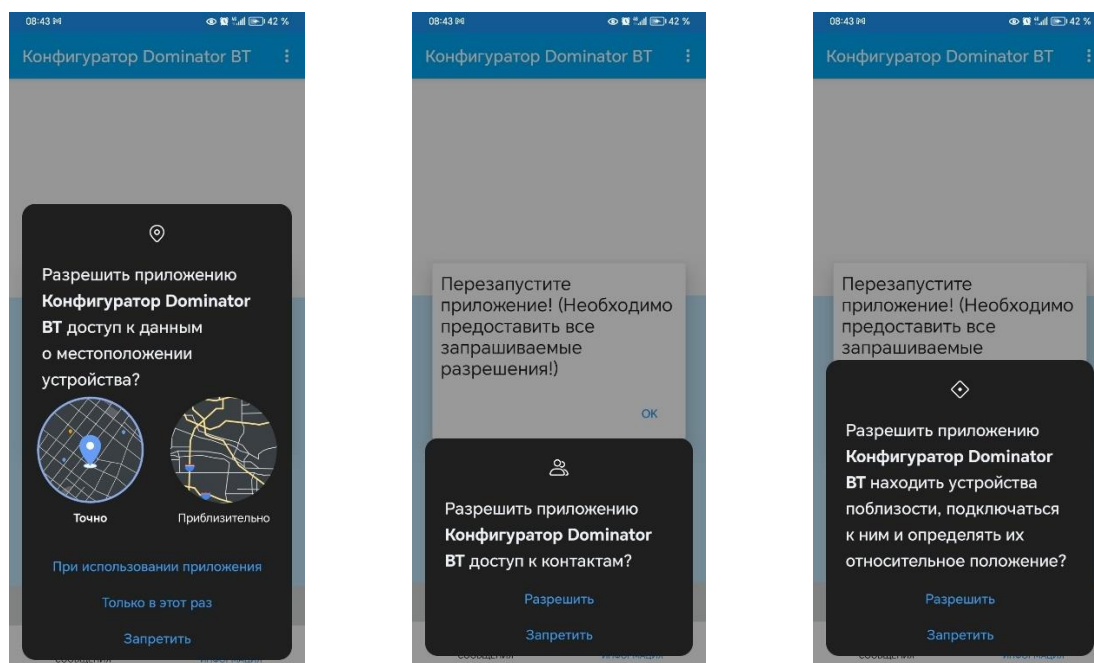

Рис. 3.2 Разрешения программы
- предоставьте приложению все запрашиваемые разрешения (рис. 3.2);